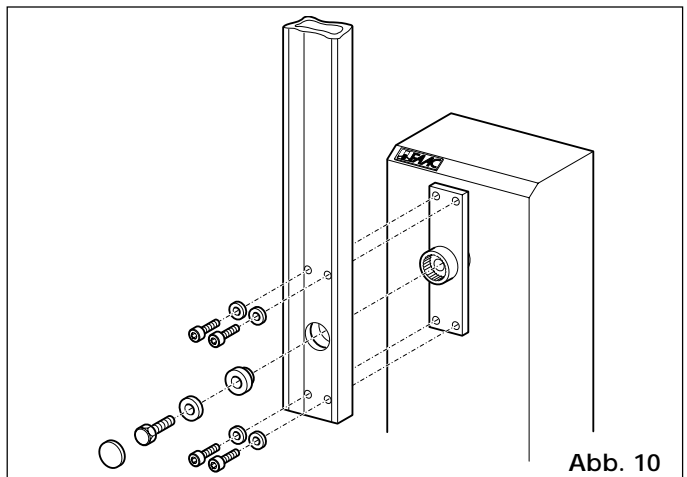

Abb. 10
- 4) Den Balken anhand der mitgelieferten Schraubteile gem. Abb. 10 und 10 b einbauen. Den Verschußdeckel anbringen (nur bei 620). Das Gummiprofil des Balkens muß in Schließrichtung zeigen.